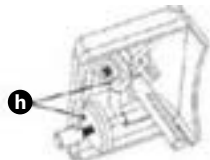

Fig. 10
- Après l'aiguisage, frottez les meules (h) avec une brosse de nettoyage imbibée d'alcool (Fig. 10).